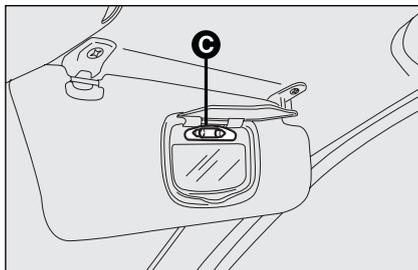

fig. 50
- remplacer la lampe **C-fig. 50** en la dégageant des contacts latéraux, et en s'assurant que la nouvelle ampoule soit correctement bloquée entre les contacts mêmes.